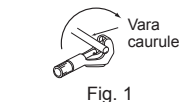

Fig. 1
- 1) Pareizi nogrieziet vara cauruli ar cauruļu griezēju. (Fig. 1, 2)